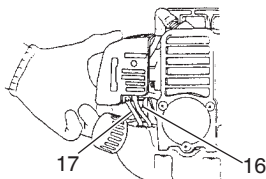

Fig. 12
- * Pressez la poire de la pompe d'amorçage (16) à plusieurs reprises pour que le carburant puisse s'écouler par le tuyau de retour (17). (Fig. 12)